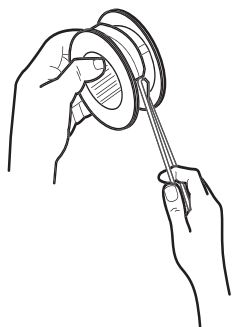

Fig. 36
- > Coupez un nouveau fil de coupe de 6 m de longueur diamètre 2,4 mm. Formez une boucle au milieu du fil et introduisez-la dans le crochet sur la bobine (Fig. 36).